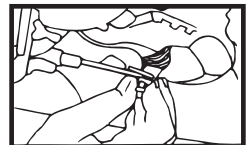

FIG. 33
2. Débrancher le fil de l'avertisseur d'oubli de la clé de contact (voir figure 33).